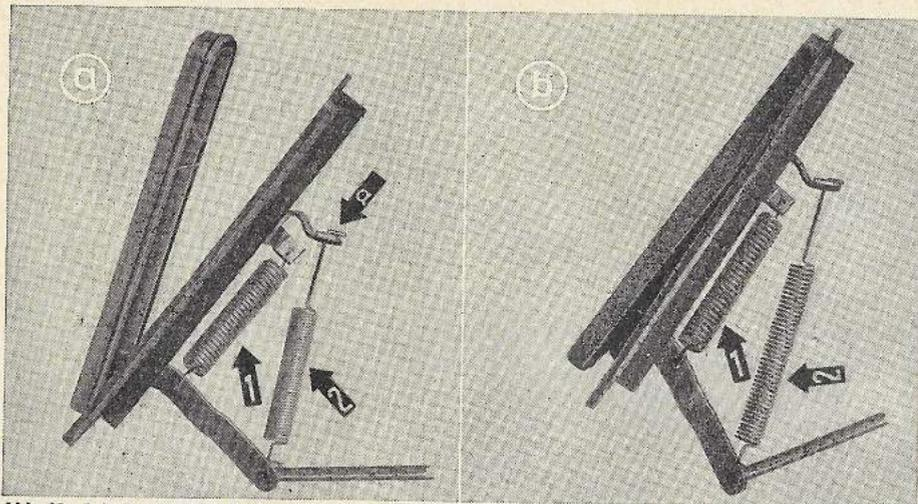

Abb. 33: Arbeitsweise des Stufengaspedals
Das Stufengaspedal bietet auf seinem Weg von der Leerlaufstellung bis zur Vollgasstellung etwa bei halbem Pedalweg dem Fuß einen spürbaren Widerstand, der durch das zusätzliche Spannen der Feder (2), siehe Abb. 33, herbeigeführt wird.